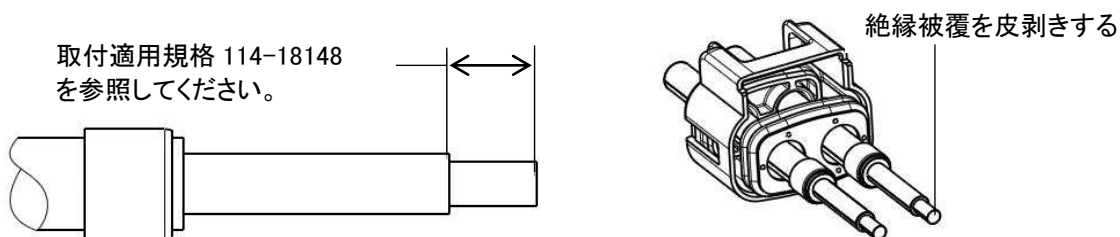

Fig.14
- 5.6. それぞれの電線の絶縁被覆を MCP2.8 取付適用規格 114-18148 に定義されている長さで皮剥きする。(Fig.14 参照)